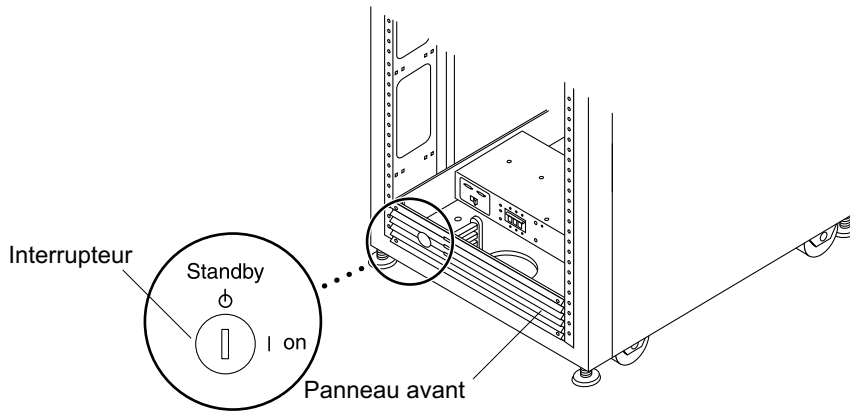

FIGURE 3-1 Emplacement du commutateur sur le panneau inférieur avant
1. **Assurez-vous que le commutateur situé sur la partie inférieure avant du système de stockage est en position Veille (Standby) (FIGURE 3-1).**